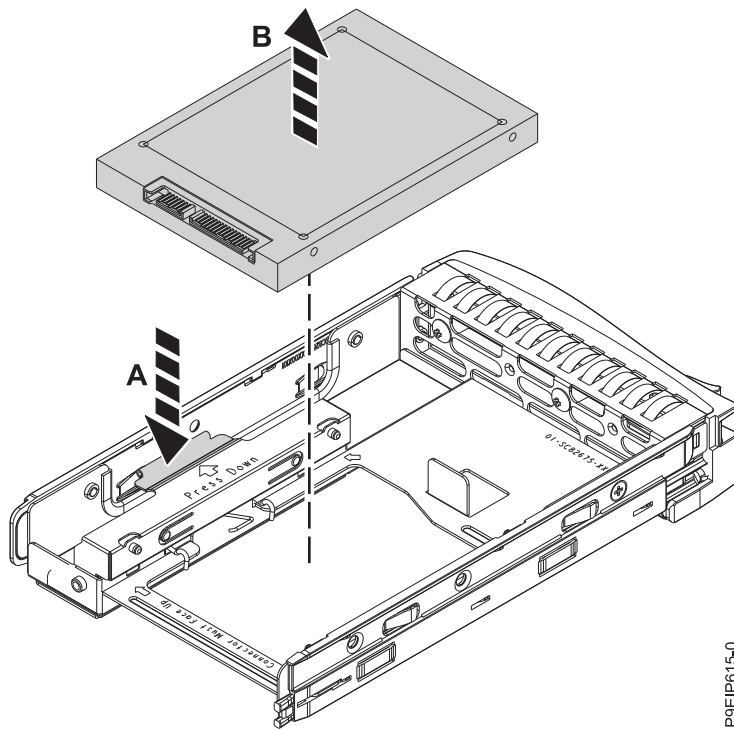

Figura 4. Removendo a unidade de 2,5 polegadas da bandeja
- b. Abra a mola de retenção (A) conforme mostrado na Figura 4 na página 7.
- c. Levante a unidade de 2,5 polegadas (B) para fora da bandeja.